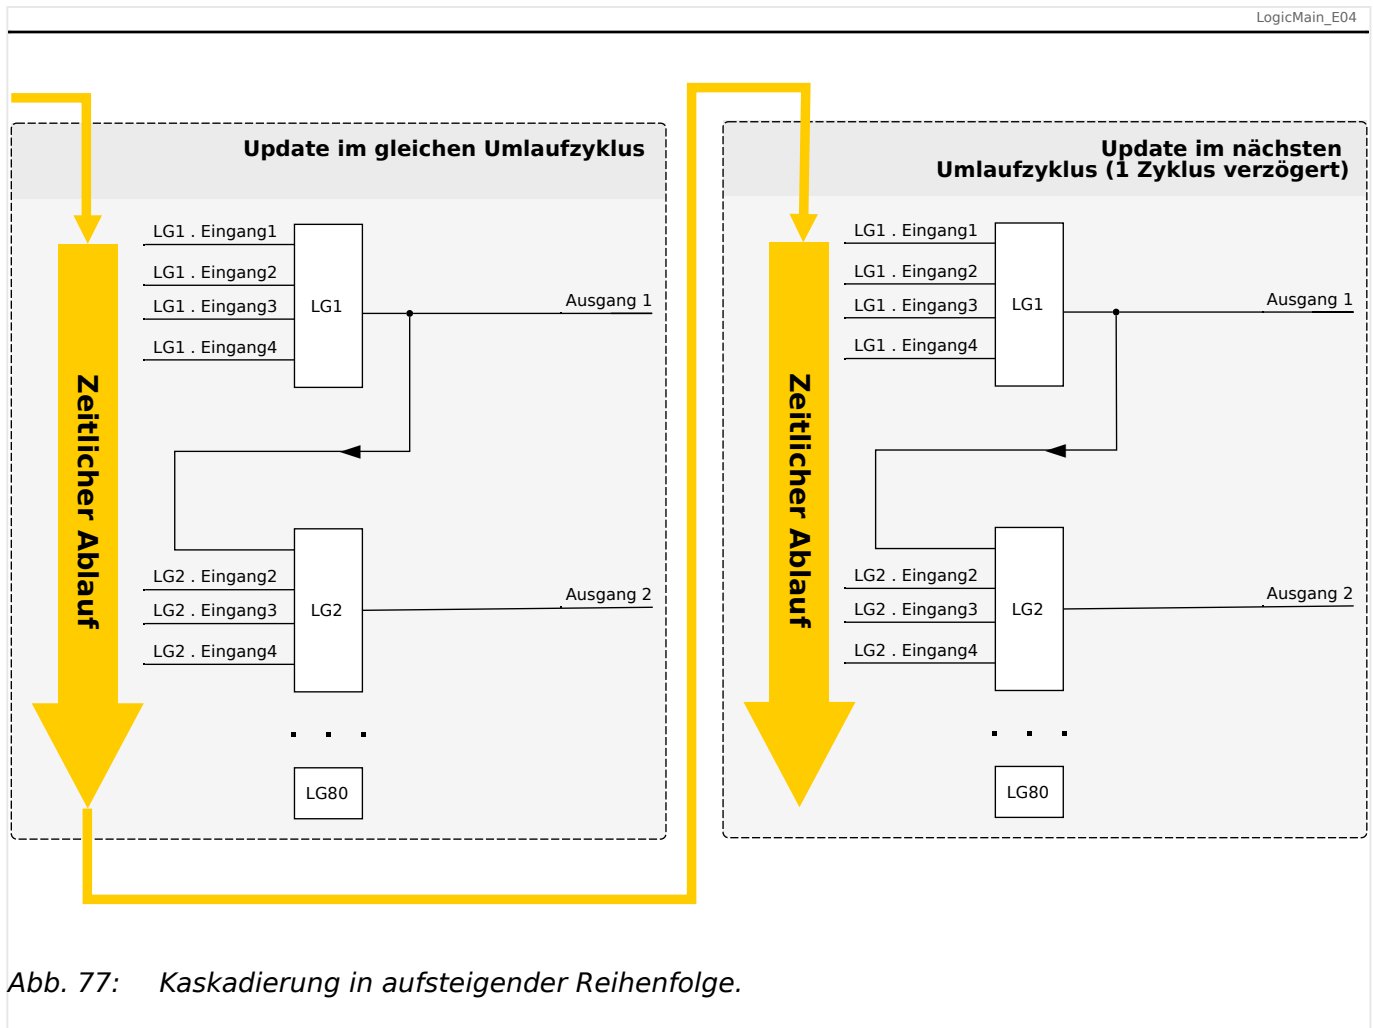
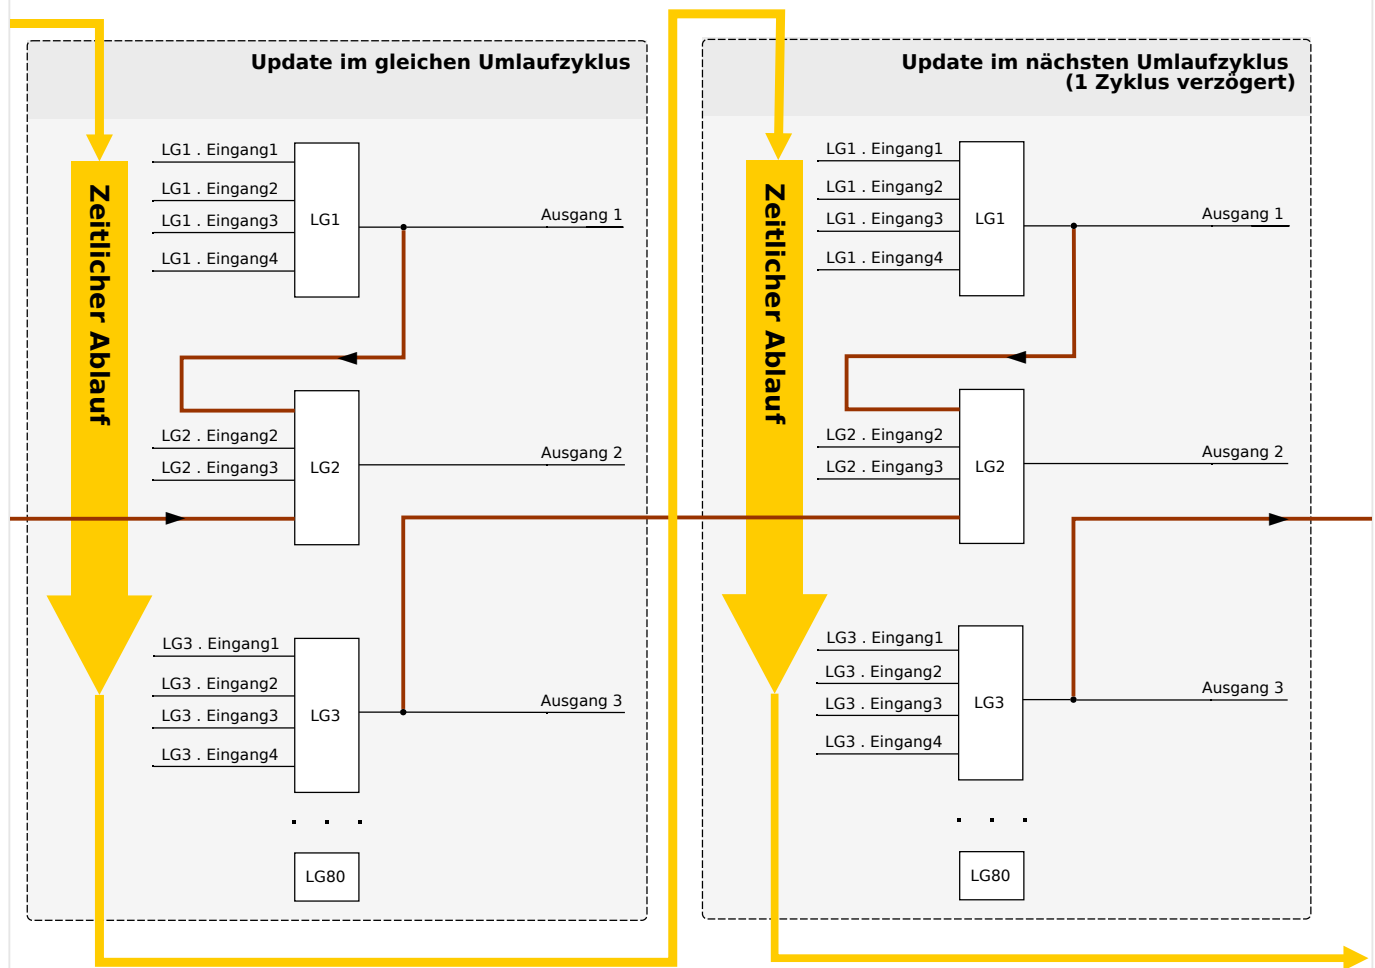

Abb. 77: Kaskadierung in aufsteigender Reihenfolge.
Abb. 78: Kaskadierung in absteigender Reihenfolge.
- Kaskadierung in **aufsteigender** Reihenfolge bedeutet, dass der Ausgang einer Logikgleichung auf den Eingang einer Logikgleichung mit **höherer** Nummer rangiert wird. Das Diagramm  **Abb. 77** weiter unten zeigt ein Beispiel, bei dem der Ausgang von LG1 auf einen Eingang von LG2 rangiert wird.
- Kaskadierung in **absteigender** Reihenfolge bedeutet, dass der Ausgang einer Logikgleichung auf den Eingang einer Logikgleichung mit **niedrigerer** Nummer rangiert wird. Das Diagramm  **Abb. 78** zeigt ein Beispiel, bei dem der Ausgang von LG3 auf einen Eingang von LG2 rangiert wird.
Bei der Konfiguration des Schutzgerätes bestehen keinerlei Einschränkungen oder Unterschiede zwischen aufsteigender und absteigender Reihenfolge. Da allerdings während der Laufzeit des MRDT4 die Logikgleichungen in aufsteigender Reihenfolge ausgewertet werden, haben die resultierenden Ausgangswerte, die am Eingang der Logikgleichung anstehen, ein unterschiedliches „Alter“, wie in  **Abb. 77** und  **Abb. 78** veranschaulicht wird.
Das in  Abb. 78 gezeigte Beispiel zeigt eine Konfiguration von „Logikgleichung 2“, die den Ausgang von zwei weiteren Logikgleichungen, „Logikgleichung 1“ und „Logikgleichung 3“, als Eingangszustände verwendet. Hierbei ist der Ausgang von „Logikgleichung 1“ in aufsteigender Reihenfolge verwendet, sodass der Wert in jeweils demselben Prozesszyklus ermittelt wird. Der Ausgang von „Logikgleichung 3“ wird in absteigender Reihenfolge verwendet, sodass der Wert in dem jeweils vorherigen Prozesszyklus ermittelt wurde.